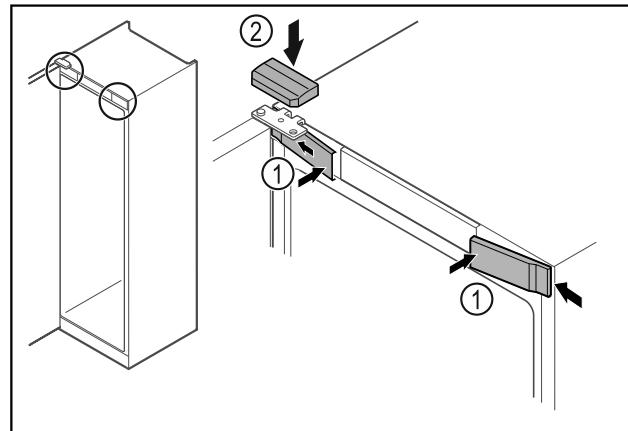

Fig. 68
- Закачете предните капаци *Fig. 68 (1)* отстрани и фиксирайте.
- Фиксирайте горния капак *Fig. 68 (2)* отгоре.